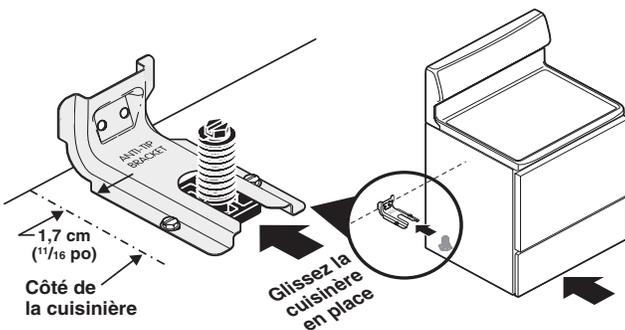

Fig. 26
- 3. Mise à niveau et positionnement de la cuisinière** - Mettez la cuisinière de niveau en ajustant les quatre (4) pieds de mise à niveau à l'aide d'une clé. Remarque : Il est nécessaire de laisser un espace libre d'au moins 0,3 cm (1/8 po) entre la partie inférieure de la cuisinière et le pied de mise à niveau pour disposer d'un espace suffisant pour le support. Faites glisser la cuisinière pour la remettre en place (Fig. 26). Retirez le panneau inférieur ou le tiroir de rangement pour vérifier si le pied de mise à niveau arrière est inséré et solidement fixé à l'aide du support. Dans le cas des modèles comportant un tiroir réchaud ou un tiroir-gril, agrippez le bord supérieur arrière de la cuisinière et, avec précaution, tentez de la pencher vers l'avant. Utilisez un niveau pour vérifier vos ajustements (Fig. 27).
Glissez soigneusement la cuisinière dans l'ouverture de l'armoire en enclenchant COMPLÈTEMENT le pied de mise à niveau arrière dans le SUPPORT ANTI-RENVERSEMENT (reportez-vous à la figure 26). Assurez-vous que la conduite flexible pour appareil électroménager (Fig. 18) et le cordon d'alimentation (Fig. 20) peuvent se plier dans la zone libre au plancher située derrière le tiroir chauffant ou le tiroir de rangement de la cuisinière. **Assurez-vous que la conduite flexible pour appareil électroménager n'est pas coincée ou tortillée.** Formez au préalable la conduite flexible pour appareil électroménager et le cordon d'alimentation au besoin pour vous assurer que la cuisinière glisse correctement dans l'ouverture de l'armoire. Assurez-vous que la cuisinière est de niveau en plaçant un niveau horizontal sur une des grilles du four (reportez-vous à la figure 27).